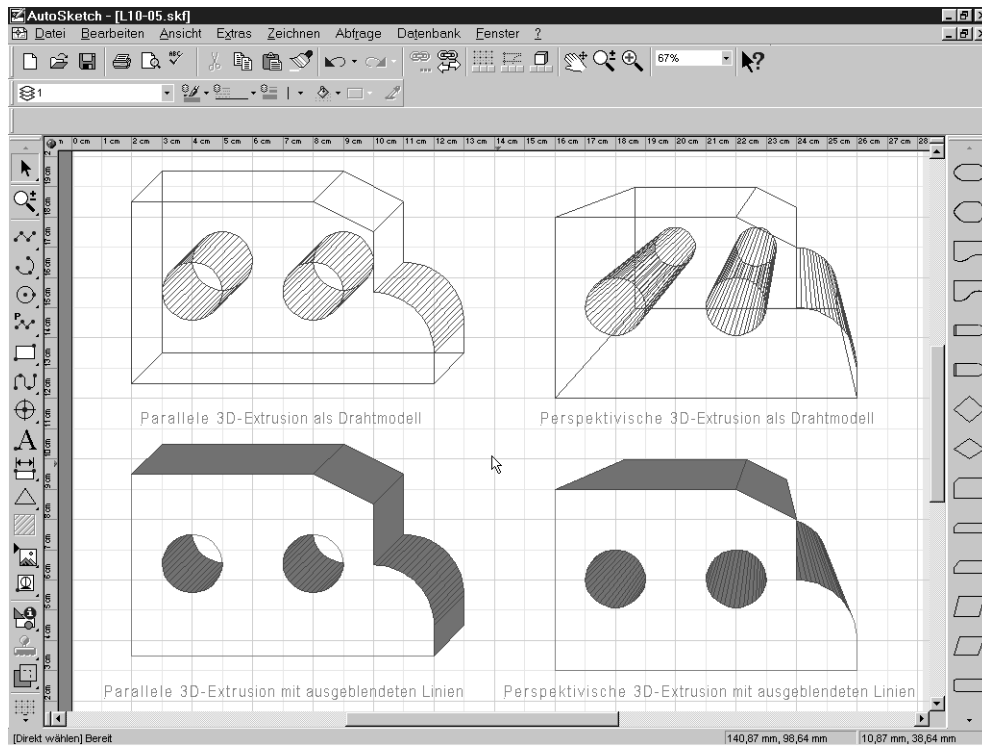

Abbildung 10.23: 3D-Effekte in verschiedener Darstellung
- Das Ergebnis sehen Sie in Abbildung 10.23, und Sie finden es in der Zeichnung L10-05.SKF in ihrem Ordner mit den Aufgaben.